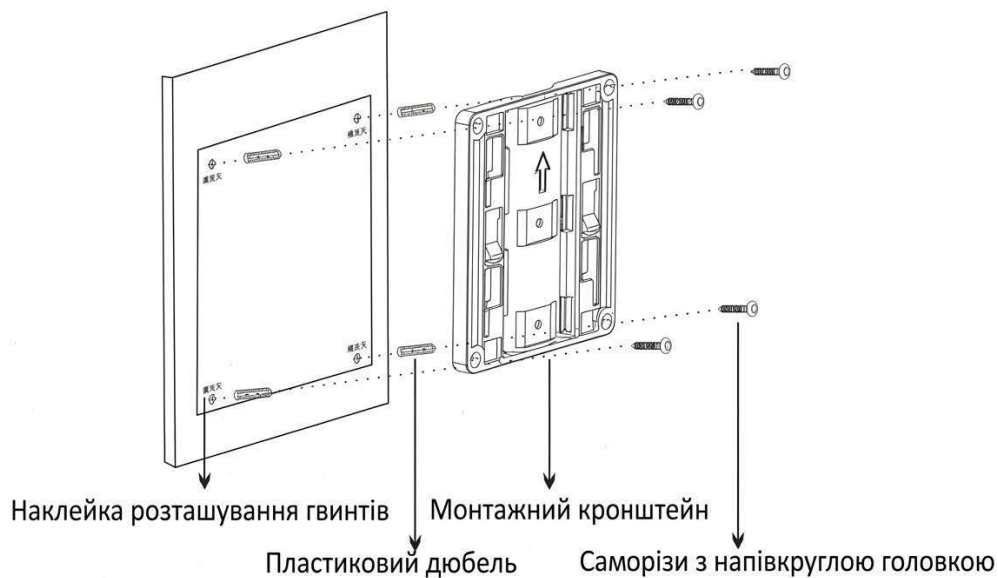

Рис. 1
1. Встановлення кронштейна: наклейте шаблон-наклейку для розмітки отворів на стіну. Спершу просвердліть чотири отвори діаметром 6 мм у позначених місцях, вставте в них пластикові дюбелі та зафіксуйте монтажний кронштейн на стіні за допомогою саморізів (як показано на Рис. 1).